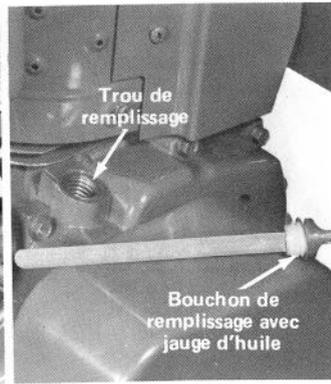

Figure 16
Déneigeuse de 7, 8 CV (Fig. 16)	19 onces d'huile
- B. Déneigeuses de 7 et 8 CV (Fig. 16) — D'abord, inclinez délicatement la déneigeuse alternativement de côté et d'autre pour chasser toute bulle d'air qui pourrait être restée emprisonnée dans le carter. Ensuite, essuyez le bout de la jauge fixée au bouchon de remplissage. Ensuite, vissez à fond le bouchon de remplissage pour avoir une indication exacte du niveau d'huile du carter. Retirez ensuite la jauge. Si le niveau d'huile est trop bas, rajoutez assez d'huile pour atteindre la marque de niveau plein sur la jauge. **NE REMPLISSEZ PAS TROP.** Enfin, remettez le bouchon de remplissage avec jauge en place et essuyez toute huile qui pourrait avoir été répandue.